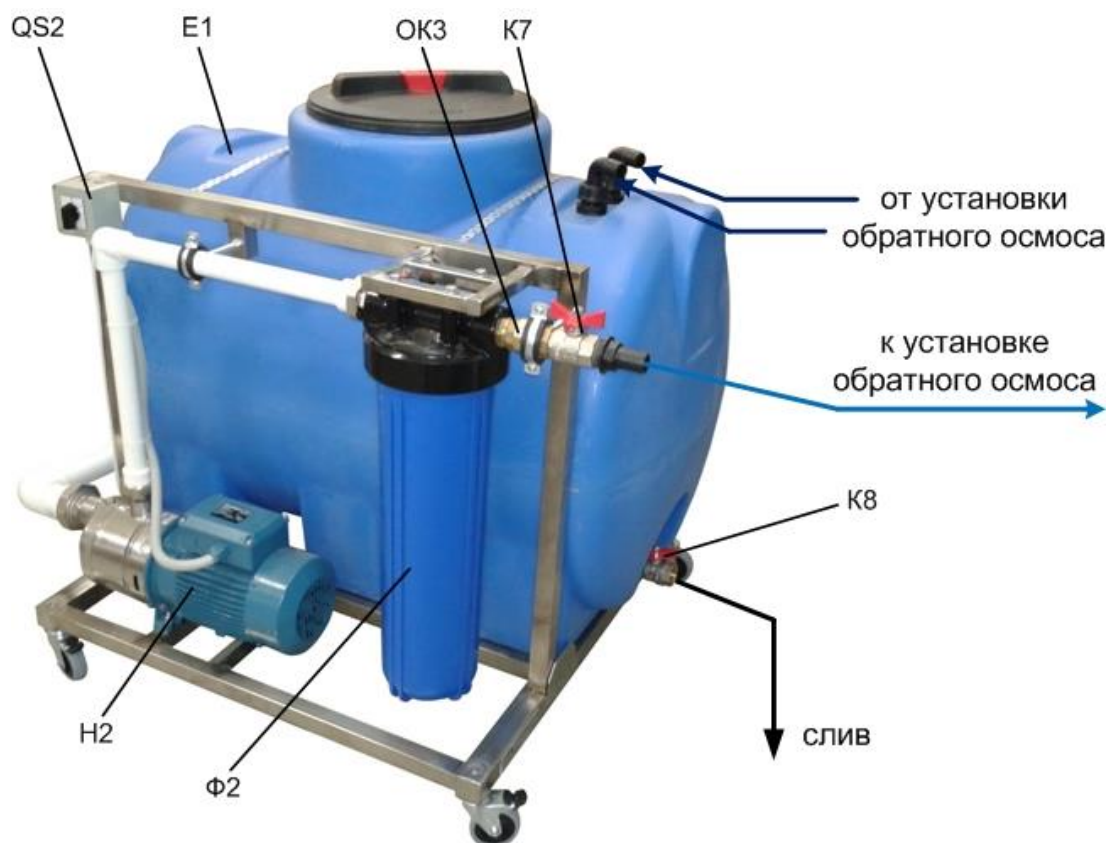

Рис.1 Состав установки хим. промывки.
Установка химической промывки состоит из следующих элементов (см. рис.1):
2.1 Емкость для приготовления моющих растворов (Е1 на рис.1) служит для приготовления растворов с нужными концентрациями и как оборотная емкость при промывке установок обратного осмоса. Емкость имеет два подводящих штуцера и сливной кран.
2.2 Фильтр механической очистки (Ф2 на рис.1)
2.3 Насос (Н2 на рис.1) предназначен для подачи моющего раствора на установку обратного осмоса.